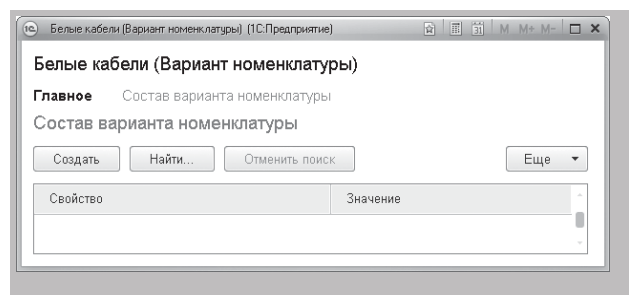

Рисунок 22.25 - Форма списка регистра «Состав варианта номенклатуры»
3.8 Проверим результат изменений в режиме «1С:Предприятие». В результате форма списка регистра **Состав варианта номенклатуры** примет вид (рисунок 22.25).